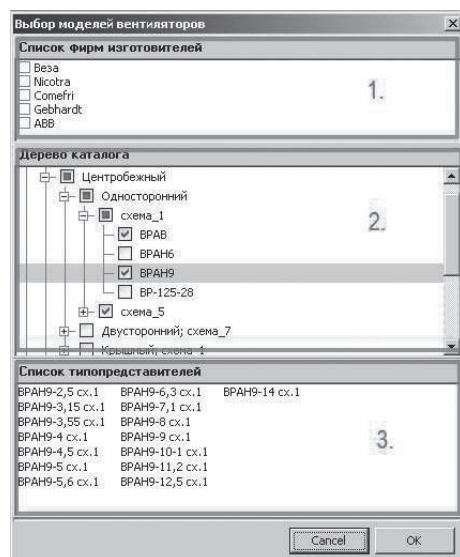

Рис. 3
Номенклатурная панель диалогового окна имеет два режима работы: выбор одного или нескольких типов вентиляторов и выбор одного типопредставителя. В режиме множественного выбора (Рис.3) все уровни дерева типов вентиляторов (2) содержат элементы группового и индивидуального выбора, что позволяет легко выбрать или исключить из выбора номенклатурные ветви или конкретные типы вентиляторов. В этом режиме список типопредставителей (3) несет лишь справочную функцию и во вводе данных не участвует.
На первом этапе ввода данных необходимо указать вид решаемой задачи, типы вентиляторов для прямой задачи или типопредставителя для обратной, параметры, определяющие плотность перемещаемой среды (высота расположения и температура), наличие сети на выхлопе, требуемые параметры в рабочей точке (сопротивление сети и расход воздуха), для вентиляторов с непосредственным приводом от двигателя можно выбрать частотное регулирование двигателя, в отсутствие регулирования нужно указать допустимую положительную погрешность подбора. Для ввода типов вентиляторов вызывается **дополнительное диалоговое окно с номенклатурной панелью** (Рис.3,4). При вводе требуемых параметров рабочей точки следует указывать значение сопротивления сети, соответствующее заданной плотности воздуха. Приведение параметров к нормальным атмосферным условиям программа выполняет самостоятельно.